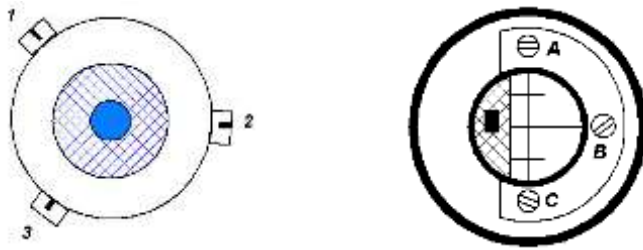

Рис. 6. Окулярная часть нивелира НЗ:
1. Вывинчивают три винта 1-3 (рис. 6) и снимают окуляр.
1. Ослабляют винт 4 и открывают крышку 7, как показано на рис. 6.